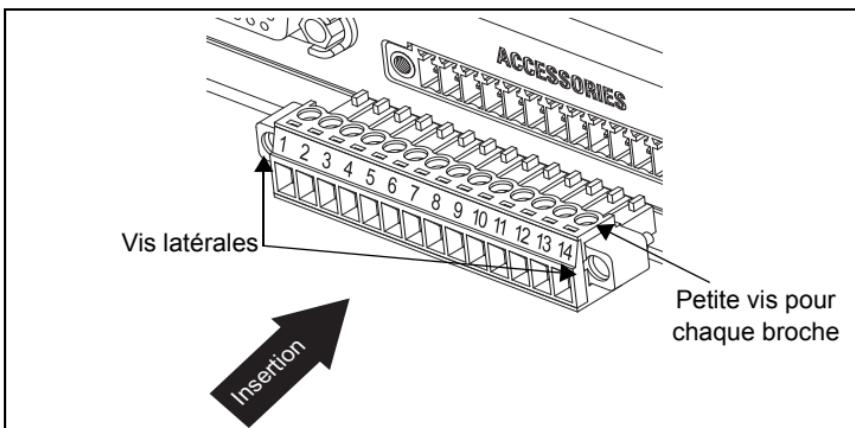

Figure 10 : installation du branchement des accessoires
- Vissez la petite vis de chaque broche une fois le câble inséré pour vérifier que la fixation est correcte. Voir Figure 10.